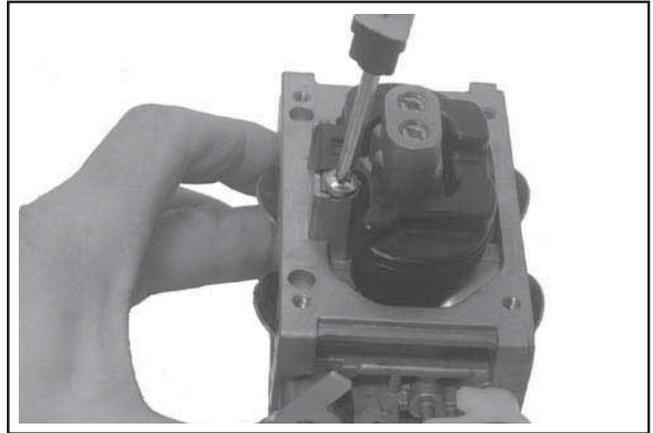

Figure 5-30. Installation du groupe du flotteur.
13. Installer le flotteur et le pointeau d'entrée dans le logement et dans le corps du carburateur. Installer le nouveau goujon à travers la charnière du flotteur et le fixer à l'aide d'une nouvelle vis de retenue. Voir la Figure 5-30.